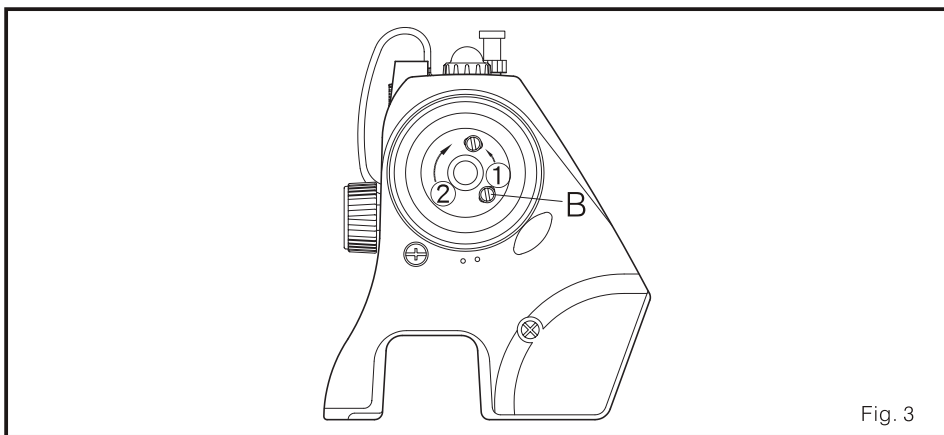

Fig. 3
(2) ajusta a posição inferior (Fig. 3)